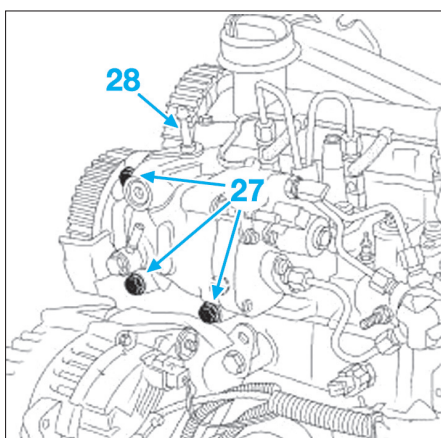

Fig. 53
- les vis de fixation (27) de la pompe haute pression sur la culasse (Fig.53),
- la patte de fixation (28) du boîtier de filtre à air.